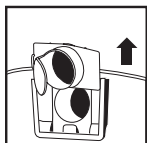

FIGURE 27
50. Retirez le déflecteur d'admission du guide de déflecteur. **NOTE** : Le tuyau doit être enlevé avant le retrait du déflecteur d'admission. FIGURE 27.